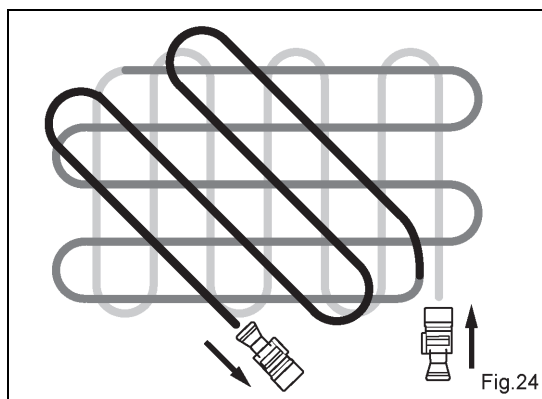

Fig.24
- (3) 一通り刈り終わりますと、今までと直交する方向、斜め方向で刈り込めば刈り跡がきれいになります。(Fig.24)